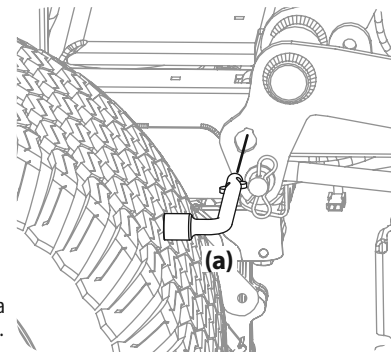

Figura 40
5. En los tractores equipados con la perilla de elevación de la plataforma, use el pedal de elevación de la plataforma y la perilla de elevación de la plataforma para ubicar la plataforma en la posición más baja, y use la herramienta para usos múltiples (a) para bloquear los componentes de la elevación de la plataforma en su lugar como se muestra en la Figura 40. En tractores con una manija de elevación de la plataforma, baje la plataforma a la posición más baja.